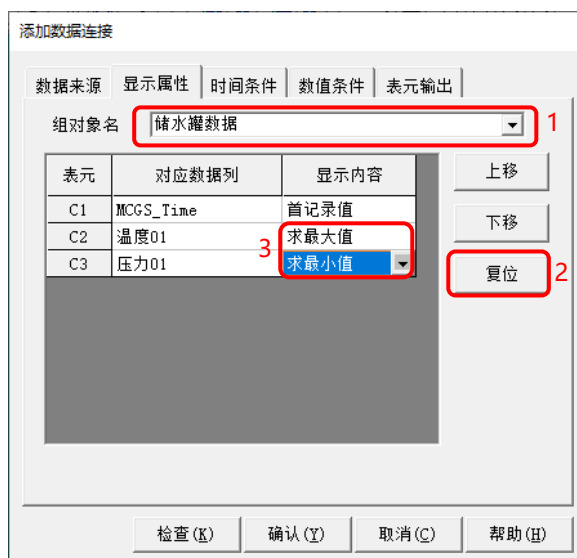

图 5.2-24 显示属性设置
- ⑥ 设置显示属性：如图 5.2-24，在“显示属性”页，组对象名选择“储水罐数据”→ 点击“复位”→ 按照需要修改“显示内容”。